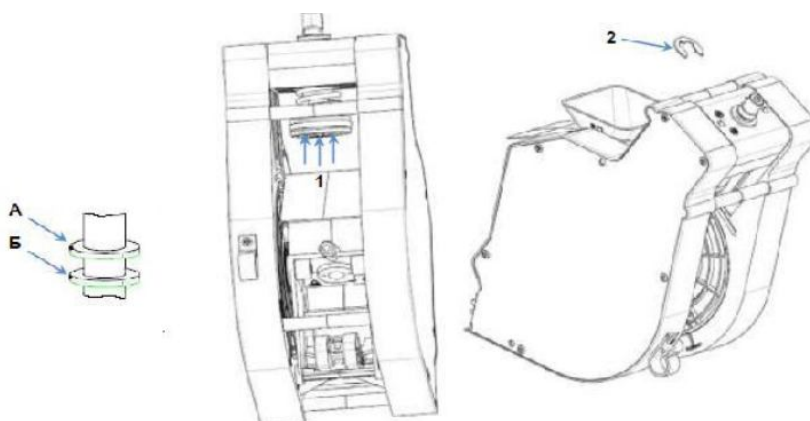

Рисунок 27 — регулировка объема камеры для приема молотого кофе от дозатора.
**ВНИМАНИЕ!** Группа эспрессо позволяет регулировать объем камеры для приема молотого кофе от дозатора. При установке кулачка дозатора в положение 5 или 6, или при весе молотого кофе более 8 грамм **НЕОБХОДИМО** увеличить объем камеры путем установки стопорного кольца в положение Б (см.рис. 27). Настройка осуществляется в следующем порядке: